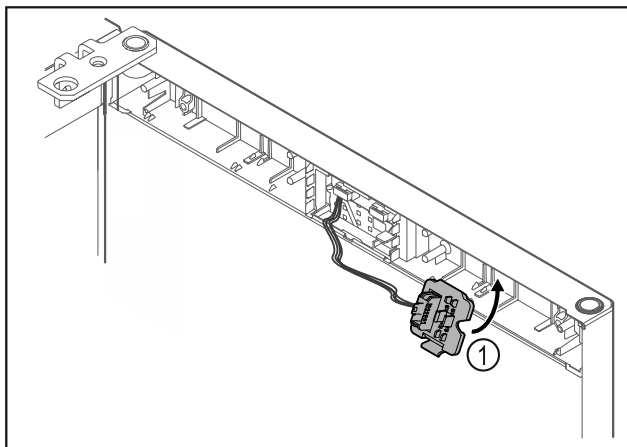

Fig. 17
- Zaklapněte držák zástrčky Fig. 17 (1) na protější straně.